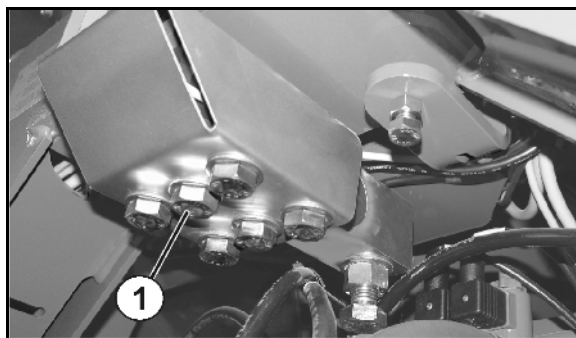

Fig. 53
- 6 vis de la cellule de pesée (Fig. 53/1)